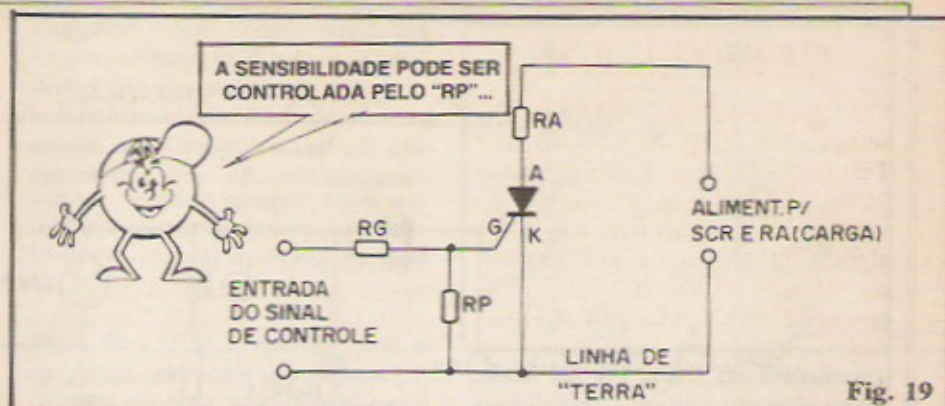

Fig. 19
- FIG. 19 - Apesar de poderem manejar consideráveis potências, sob níveis de tensão e corrente